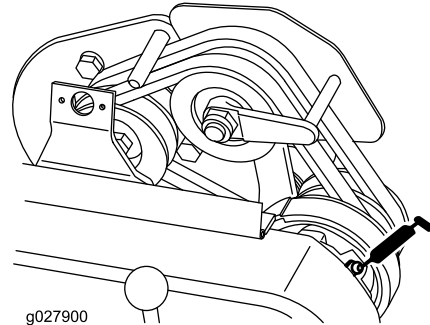

Bild 21
- 1 am Antriebswellenlager (Bild 21)